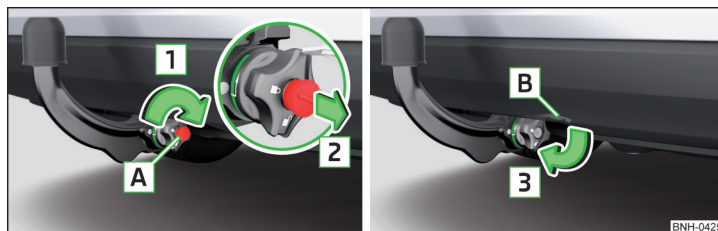

Fig. 221 Încuiiți încuietoarea și scoateți cheia/așezați capacul pe încuietoare
- » Rotiți cheia **A** în sensul săgeții **1**, astfel încât săgeata de pe cheie să fie orientată spre simbolul » fig. 221.